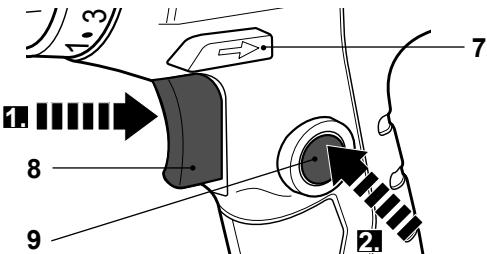

Fig. 10
- Accendere il prodotto premendo l'interruttore on/off (8) e tenerla in posizione (fig. 10, punto 1).
- Premere il pulsante di bloccaggio (9) e tenerlo in posizione per bloccare l'interruttore on/off (8) (fig. 10, punto 2).
- Rilasciare il pulsante di bloccaggio (9) e interruttore on/off (8). L'interruttore on/off ora è bloccato su per uso continuo.
- Premere e rilasciare l'interruttore on/off (8) per passare il prodotto fuori.